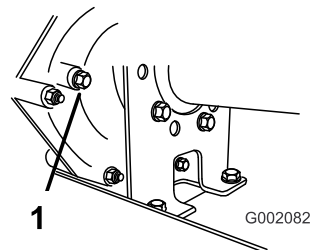

Рисунок 64
2. Выверните болт из отверстия индикации уровня масла (Рисунок 64).